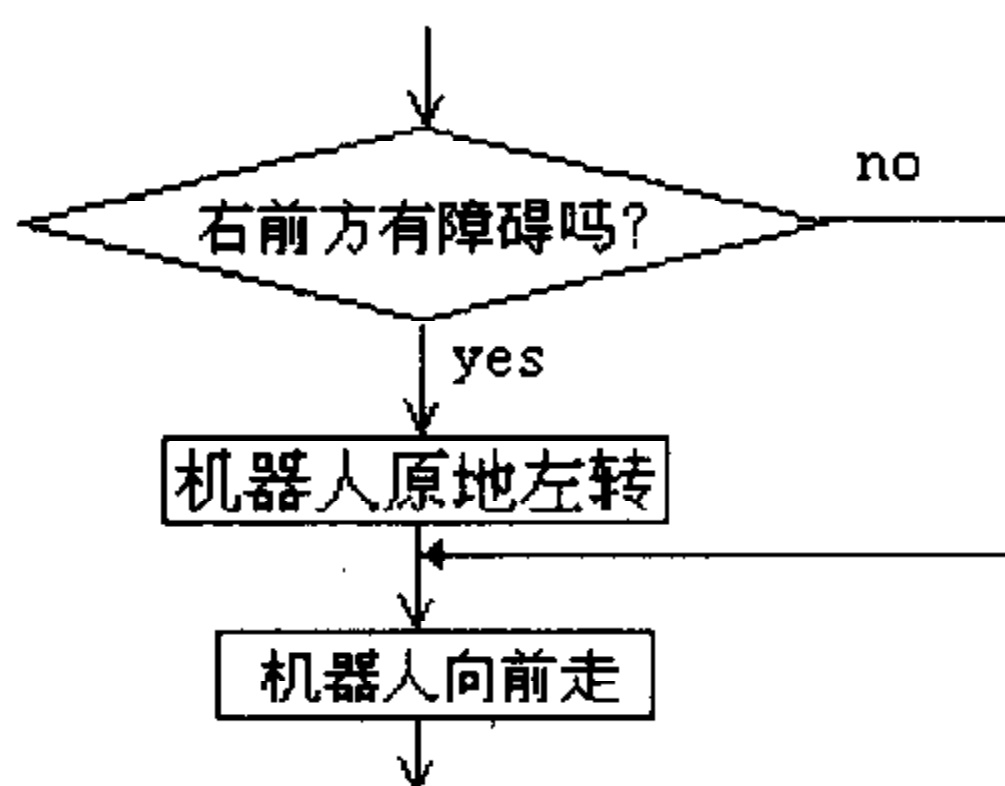

图 3.12 右前方避障流程图
- (1) 看懂机器人避开右前方障碍物程序的部分流程图，如图 3.12 所示。